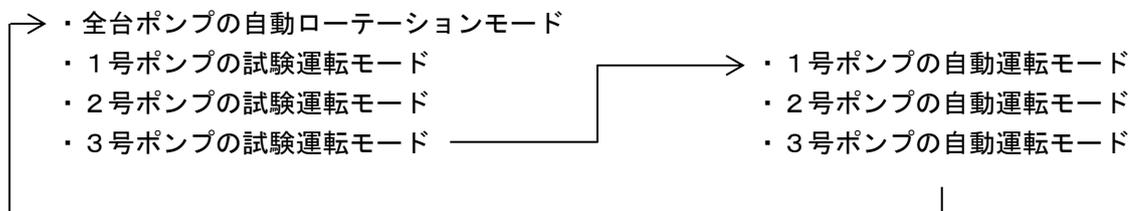
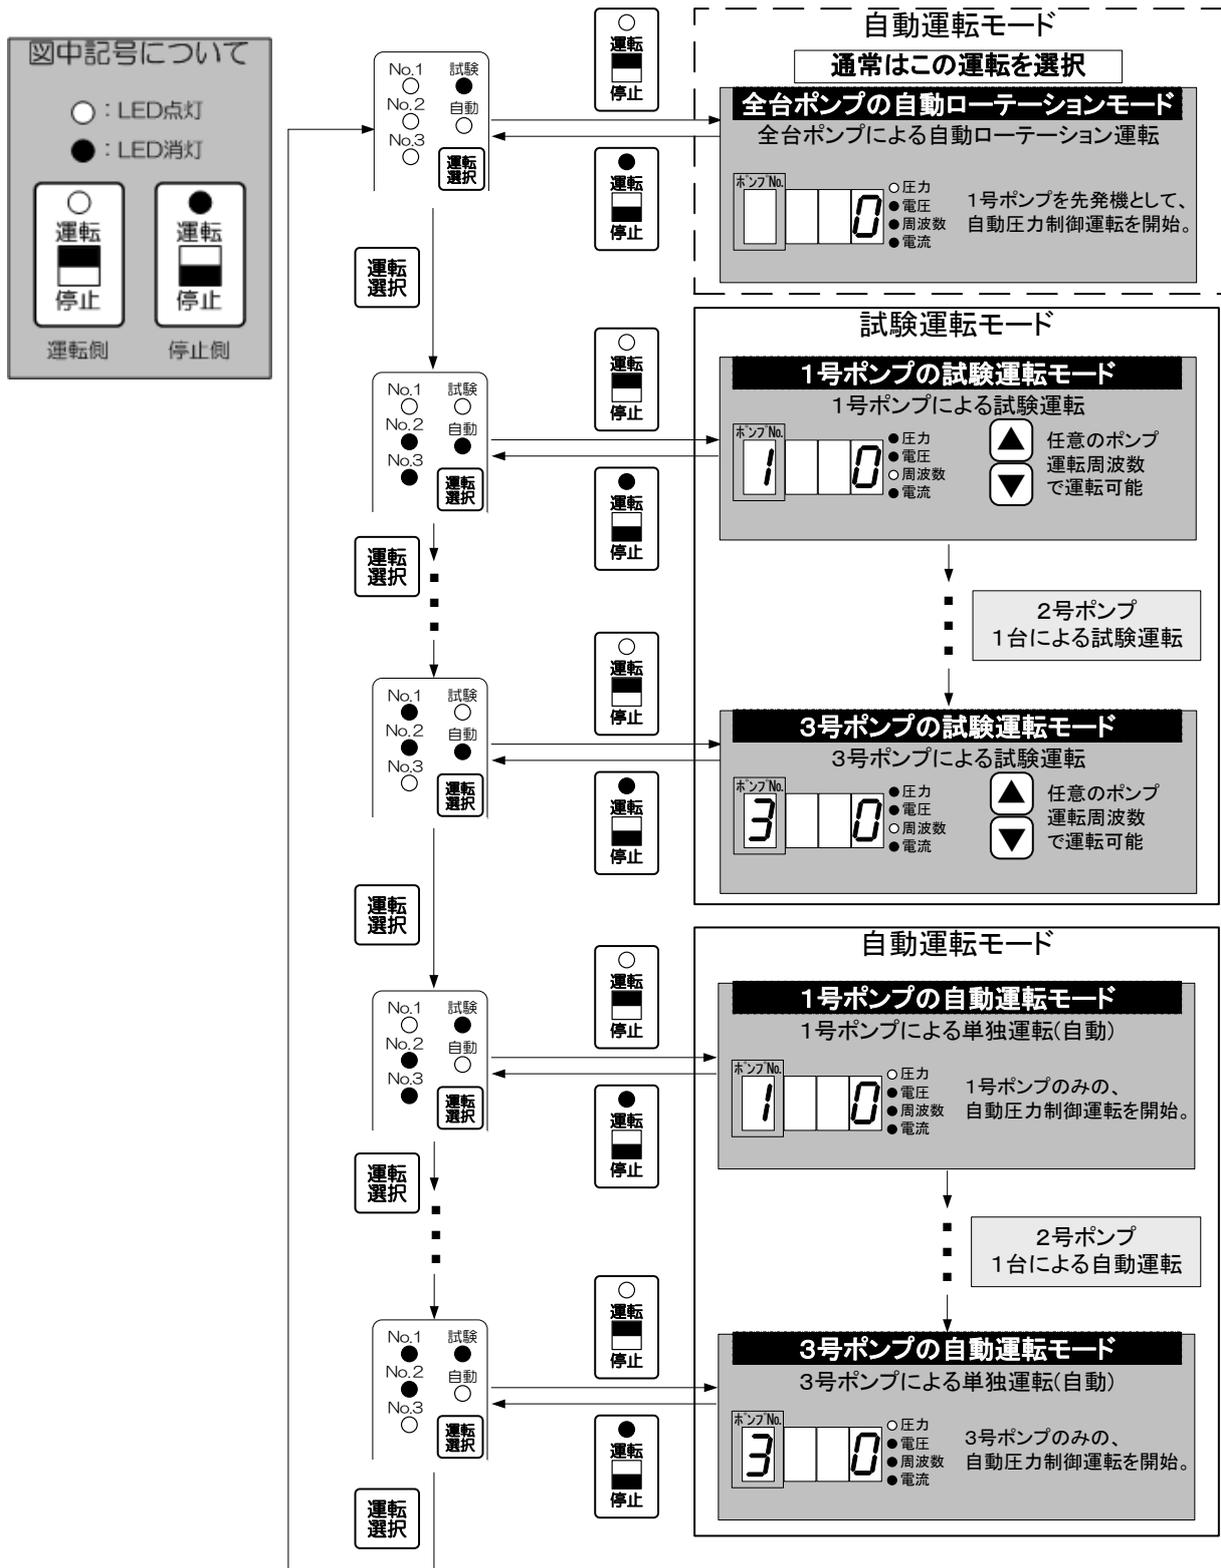

図 15 運転モードの遷移
図 16 運転モードの操作方法
(6) 運転モード（自動運転モード、試験運転モード）の操作方法
- ・ ボタンを押す度に図 15 のように運転モードが切替わります。詳細については図 16 を参照ください。
- （3） ボタンを何回か押して、「1号ポンプの試験運転モード」にしてください。（図16参照）
- （7） ボタンを何回か押して、「2号ポンプの試験運転モード」にしてください。（図16参照）